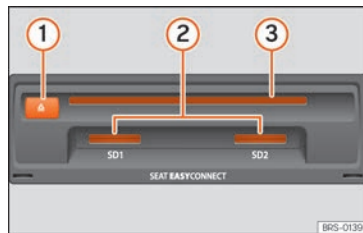

Fig. 175 Fessure per supporti elettronici nel cassetto portaoggetti.
- Inserire il CD nell'apposito alloggiamento »» **fig. 175** ③, con il lato stampato rivolto verso l'alto, fino al punto in cui scatta il meccanismo di auto-introduzione.
Inserire la scheda di memoria compatibile con l'angolo smussato in avanti e i contatti verso il basso nello slot » **fig. 175** ② o » **fig. 139** ⑨ fino allo scatto.